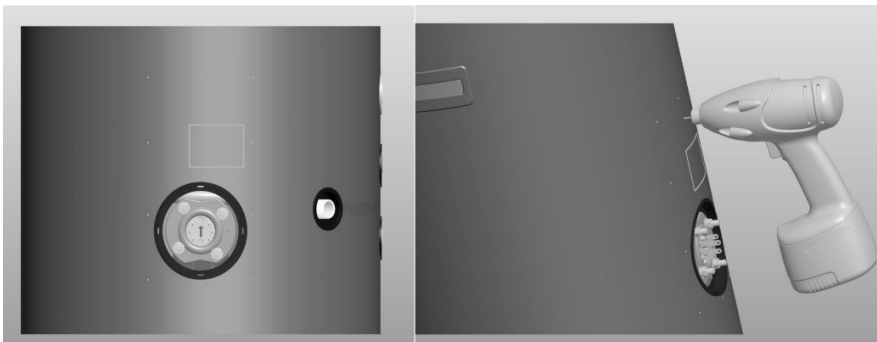

Рис.5 Сверление крепежных отверстий
7. Просверлите 10 отверстий, размеченных на монтажном шаблоне (Рис.5). Используйте сверло с диаметром 1,5 мм для моделей Nixen объемом 150/200 литров и 2,2 мм для моделей Nixen объемом 250/300 литров.